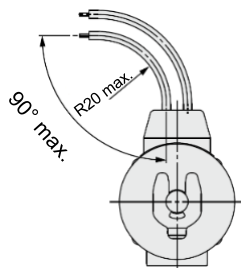

Figura 4. Piegatura del cavo
- Non piegare i cavi oltre i 90° con un raggio inferiore a 20mm o potrebbero verificarsi dei danni. Vedi figura 4.